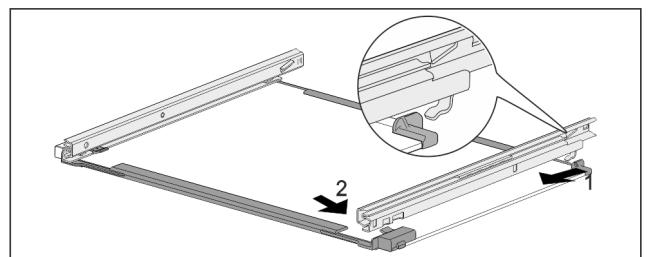

Fig. 108 Glasplaat met rails
- Rail achter vasthaken. Fig. 108 (1)
- Rail voor vasthaken. Fig. 108 (2)